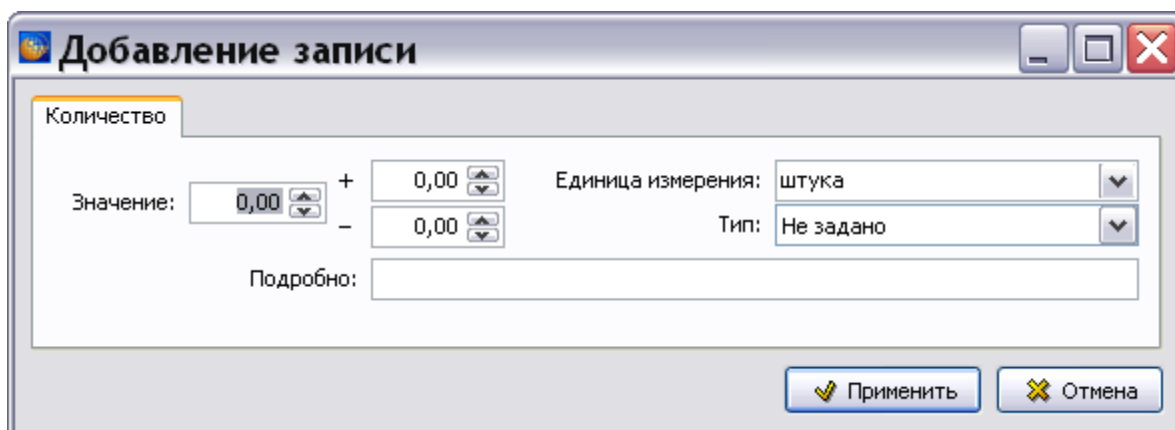

Рис. 15.11
- **Количество.** Значение количества для детали. Для добавления значения количества нажмите на кнопку **Добавить**  в правой части окна. После этого появится окно **Добавление записи** (Рис. 15.11).